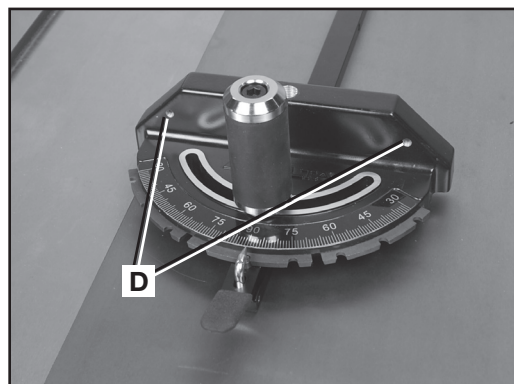

FIG. 59
Pour renforcer votre sécurité et pour plus de commodité, la jauge à onglet peut être insérée à l'aide d'une planche de repère, dont la hauteur doit être supérieure à la profondeur de coupe maximale d'au moins 25 mm (1 po), et doit dépasser d'au moins 305 mm (12 po) d'un côté ou de l'autre, selon la fente de la jauge à onglet qui est utilisée. Cette planche de repère peut être fixée à l'avant de la jauge à onglet en vissant deux vis à bois dans les trous (D) Fig. 59 du corps de la jauge à onglet et dans la planche de repère.